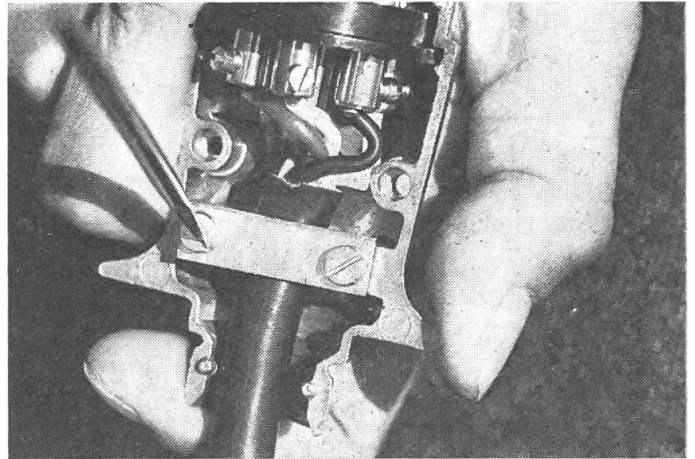

Abb. 26
- Anschliessend wird das Kabel gesichert und der Stecker geschlossen (Abb. 26).